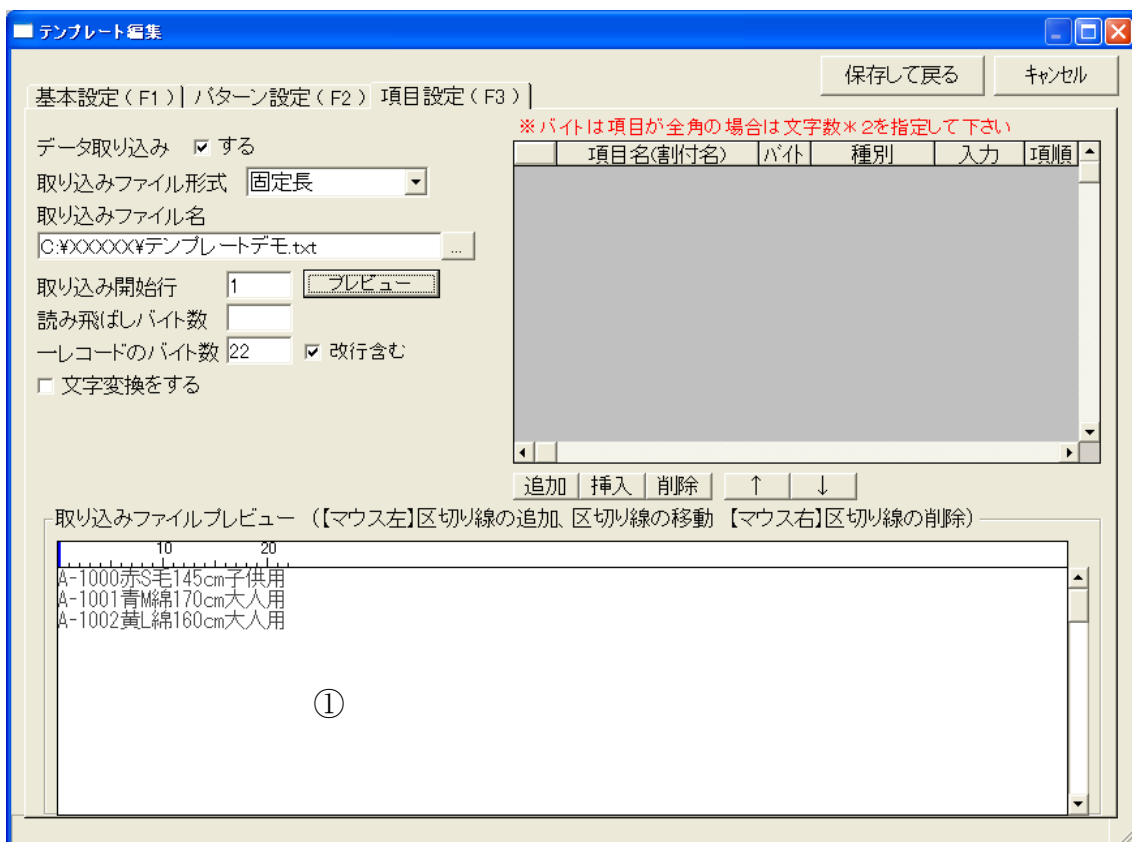

図 7
すると画面が図7のように変化します。
取り込みファイル形式 (図 7 ①) を CSV 形式としてください。そして取り込みファイル名を指定してください。固定長と違い一レコードのバイト数 (図 7 ④) が表示されません。下図参照。